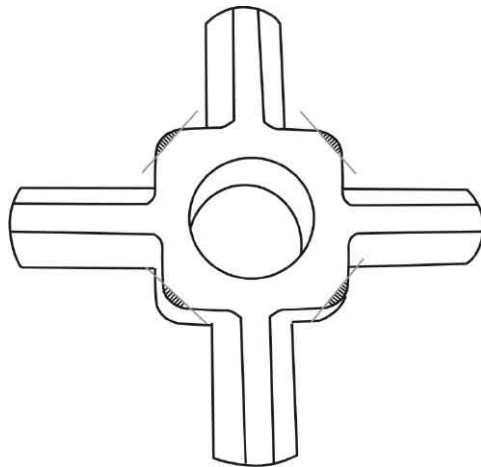

Рис. 3
- ⓘ **Внимание!** перед сборкой Блокки, необходимо доработать стандартную крестовину. Уберите углы как показано на Рис. 3 с помощью УШМ или любым другим удобным для вас способом. Убрать необходимо 1-3 мм.